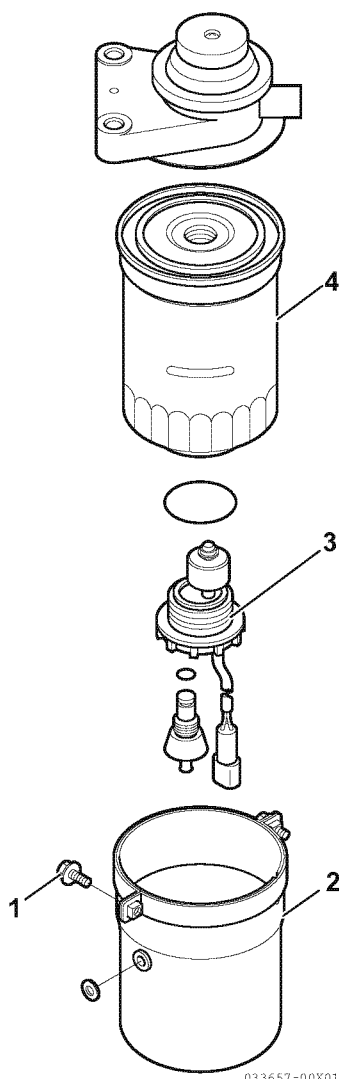
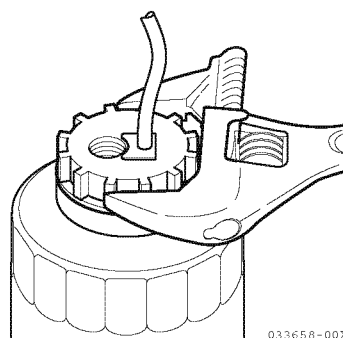

Figure 6
Figure 7
2. Rimuovere le due viti di montaggio (**Figure 6**, (1)) e il contenitore (**Figure 6**, (2)).
5. Rimuovere il commutatore dell'allarme ((**Figure 6**, 3) e (**Figure 7**)) utilizzando una chiave.
6. Rimuovere la cartuccia del filtro (**Figure 6**, (4)) con una chiave per filtri.